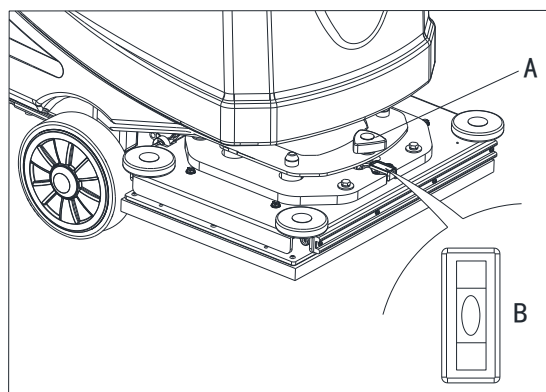

Figura 8.1
2. Regolare il livello della piattaforma orbitale mediante così che il manubrio (A, Figura 8.1). faccia una bolla nel mezzo (B Figura 8.1).